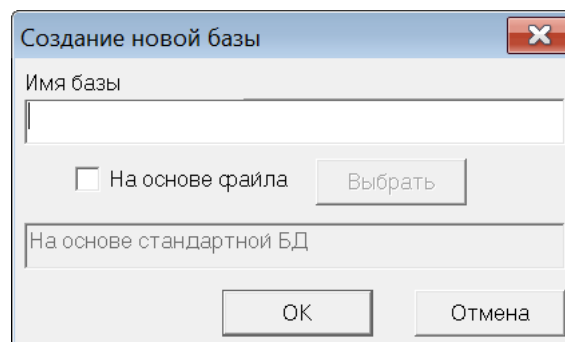

Рис. 4-3 – Окно «Создание новой базы»
3) После этого появится диалоговое окно «Создание новой базы» (рис. 4-3).